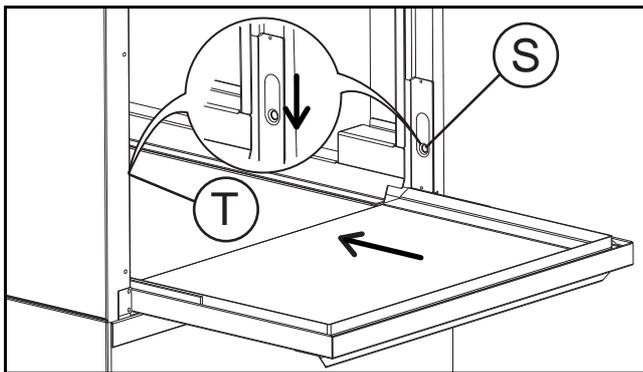

Abbildung 25 Die Tür wieder positionieren
- Die Tür wieder positionieren (Abbildung 25):